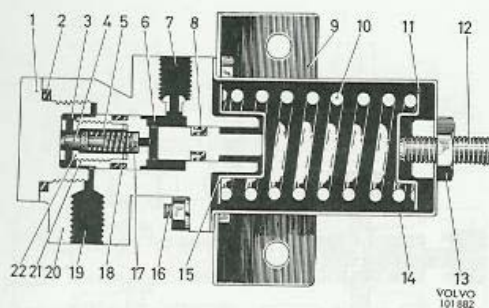

Bild 45. Bromsventil, konstruktion
Bromsventilens konstruktion framgår av bild 45 och dess funktion av följande.
Vid ansättning av fotbromsen vidarebefordras trycket från huvudcylindern genom anslutning (7, bild 45). Trycket går vidare genom cylindern (6) genom urborrningen förbi ventilerna (17) och (4) till cylindern (3) och vidare genom anslutning (19) till bakhjulscylindrarna, se bild 45. Hydrauliska trycket per ytenhet är lika på de olika delarna av kolven (21) men eftersom dess tryckyta är större i cylindern (3) än i cylinder (6) vill kraften förskjuta kolven åt höger på bilden. Detta motverkas dock av trycket från fjädern 10.